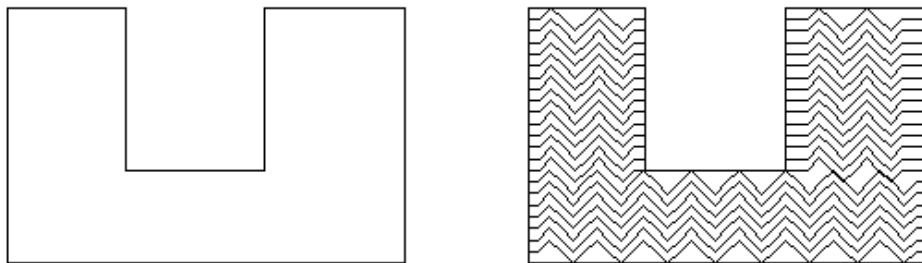

Рис. 8.10. Исходный контур до и после нанесения штриховки линией **ZIGZAG**
8. Щелкните на кнопке **ОК** для выхода из диалогового окна **Boundary Hatch and Fill** (Штриховка/заливка по контуру) и нанесения штриховки на выбранный контур (рис. 8.10).